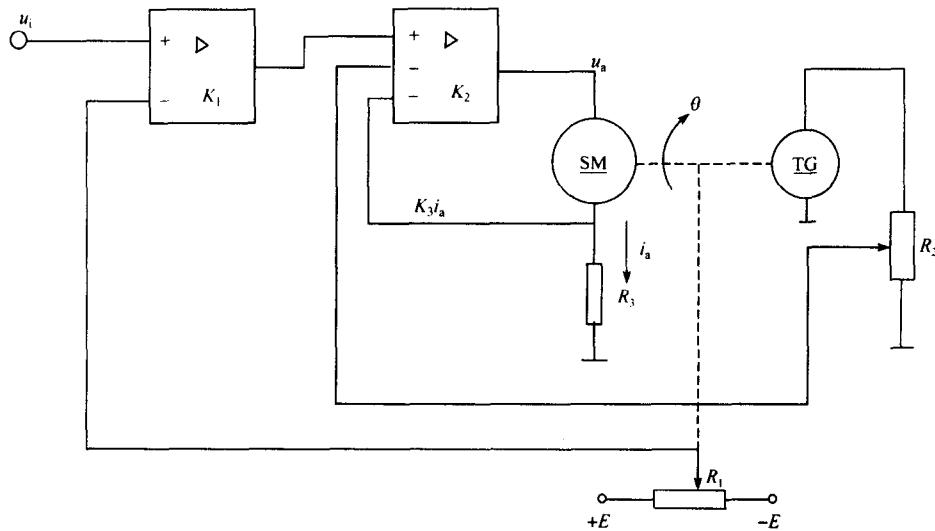

图 1-7 伺服系统原理示意图
1. 电机转角的伺服系统原理示意图如图 1-7 所示。SM 为直流伺服电动机, TG 为直流测速发电机。指出系统的控制对象、参考输入、被控变量,绘出系统的